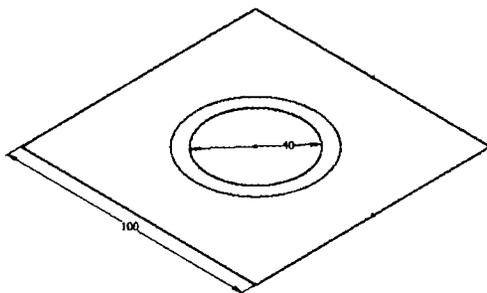

Рис. 3.17. Касательная дуга может быть создана при помощи инструмента Отрезок
8. Переместите мышью в конечную точку нового, только что созданного отрезка, щелкните мышью и тяните дугу, касательную к этому отрезку, как показано на рис. 3.17.